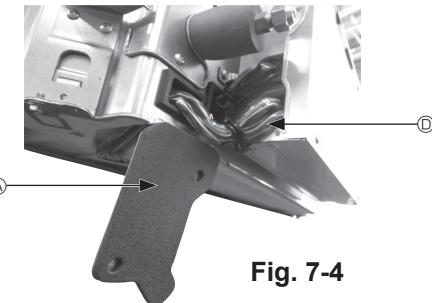

Fig. 7-4
① Αφαιρέστε τις δύο βίδες που στερεώνουν το κάλυμμα συρμάτων της κύριας μονάδας και, στη συνέχεια, ανοίξτε το κάλυμμα.
② Περάστε τα σύρματα του Αισθητήρα i-see και του δέκτη σήματος μέσα από τις εισόδους συρμάτων στο κιβώτιο ηλεκτρικών εξαρτημάτων, όπως φαίνεται στο διάγραμμα, και γύρω από τους διακτυλίους στην πλευρική όψη της κύριας μονάδας. (Fig. 7-4)